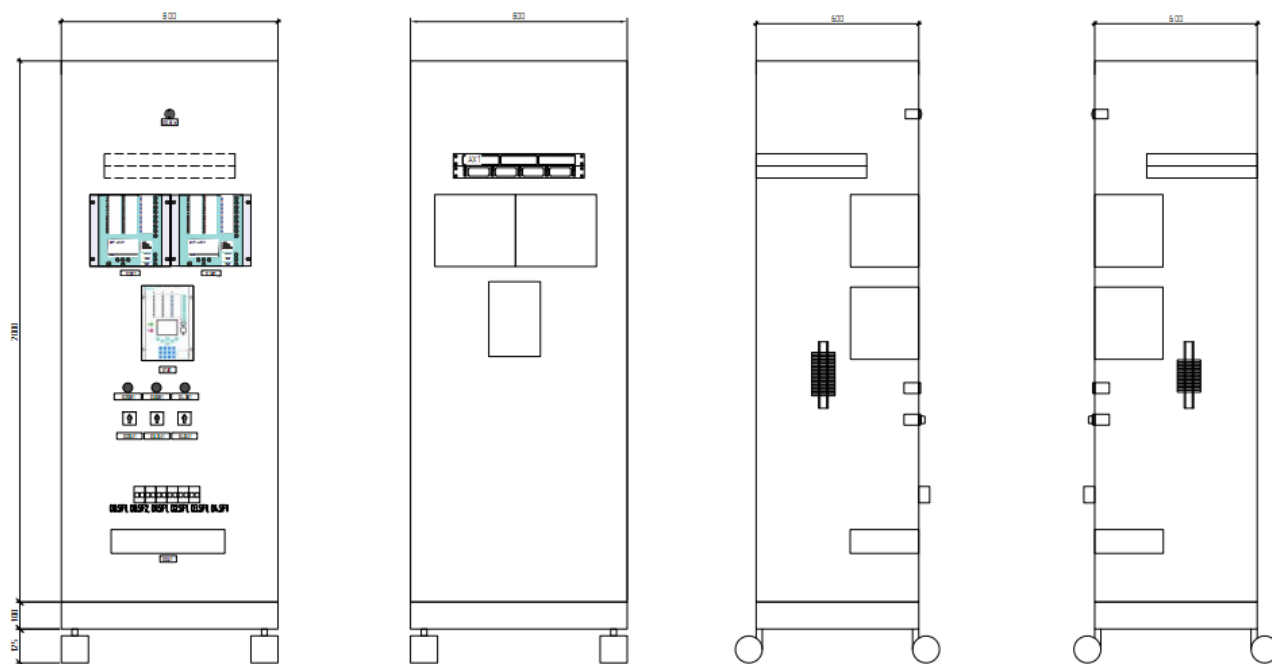

Рисунок 3. Панель защит силового трансформатора.
- панелью защит силового трансформатора и вводного выключателя на базе шкафа ШЭ2607 150 с комплектами БЭ2704 041 (ДЗТ), БЭ2704 073 (МТЗ) и БЭ2502Б0303 (защ. ввода) (рис. 3).